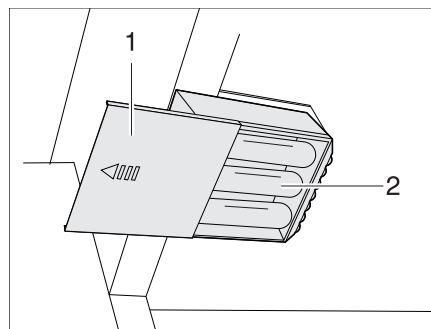

Fig. 280 Lámpara del armario ropero con LED, compartimiento de la batería abierto
- Sacar las baterías (Fig. 280,2) del portador de la batería.
- Insertar nuevas baterías (Fig. 280,2) del mismo tipo con la polarización correcta (+/-).
- Deslizar de nuevo la tapa (Fig. 280,1).